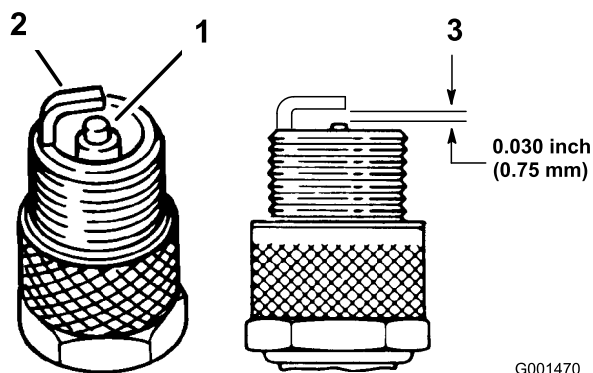

Figure 33
- Examinez le centre des bougies (Figure 33). Si le bec isolant est recouvert d'un léger dépôt gris ou brun, le moteur fonctionne correctement. S'il est recouvert d'un dépôt noir, cela signifie généralement que le filtre à air est encrassé.
- Contrôlez l'écartement entre l'électrode centrale et l'électrode latérale (Figure 33). Courbez l'électrode latérale (Figure 33) si l'écartement est incorrect.
- Connectez les bougies (Figure 33).